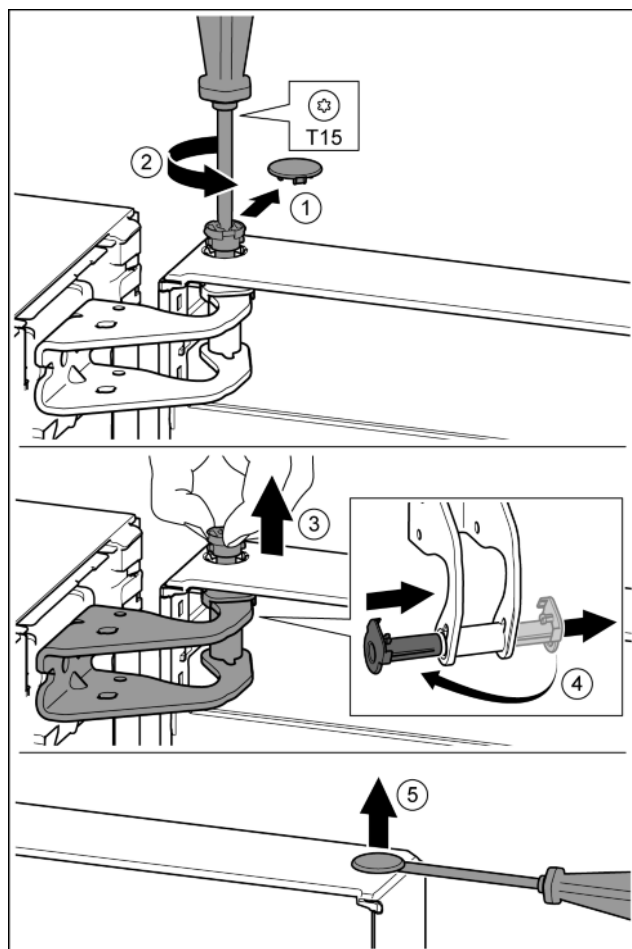

Fig. 9
- Осторожно снять предохранительную крышку. Fig. 9 (1)
- Выкрутить палец отверткой T15, выведя из зацепления с деталью. Fig. 9 (2)
- Удерживать дверь и вытянуть палец рукой. Fig. 9 (3)
- Опорную втулку вывести из направляющей. Установить и зафиксировать с другой стороны. Fig. 9 (4)
- Осторожно приподнять шлицевой отверткой заглушку из опорной втулки двери и вынуть. Fig. 9 (5)